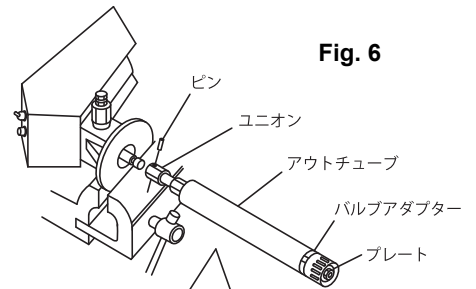

Fig. 6
- 5) バルブアダプターにスパナを掛けねじ戻すと、サクシオンチューブも一緒に回り、上ポンプより外れます。この状態でプレートに当たるまで引っ張ると、上ポンプと接続しているユニオンが現れるので、ピンを抜きユニオンのネジを戻すと下ポンプが分離できます。(Fig. 6)